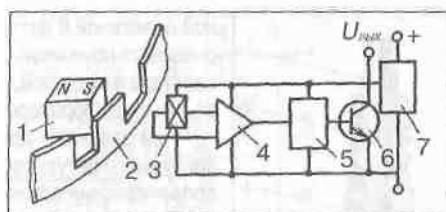

Рисунок 10.1 – Схема датчика импульсов напряжения (датчика Холла)
1. Внимательно прочитайте учебный материал, сопоставляя содержание текста со схемой (Рисунок 10.1).